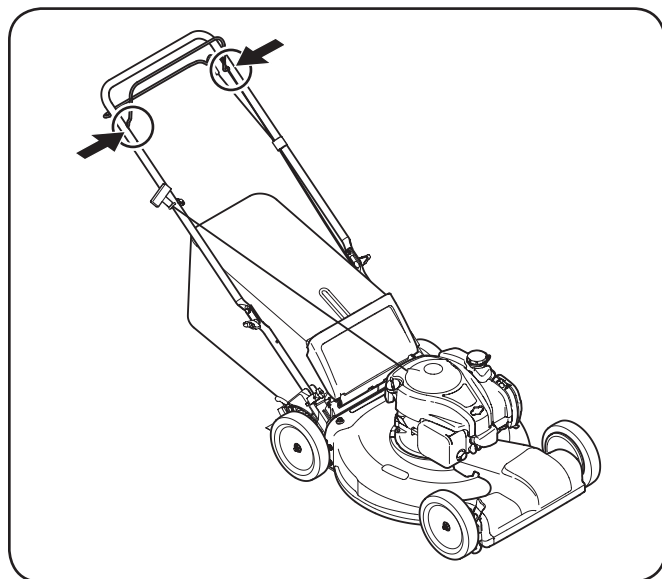

Figure 6-1
1. Lubrique con aceite ligero los puntos de pivote del control de la cuchilla y la transmisión al menos una vez cada estación. Estos controles debe funcionar libremente en ambas direcciones, Figure 6-1.